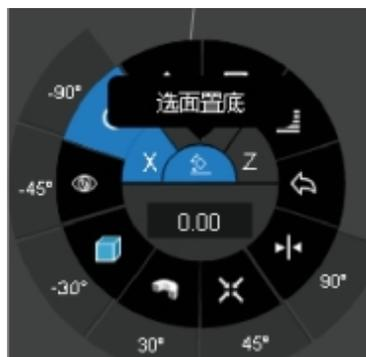

图7-4-28 模型调整轮
④选择右上方“模型调整轮”→“旋转”→“选面置底”，如图7-4-28所示。